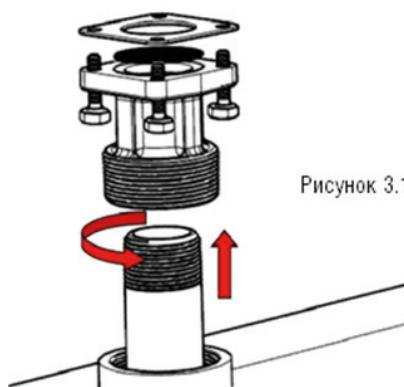

Рисунок 3.1
1. Проденьте 1" (25мм) трубу в адаптер резервуара. Уплотните резьбу с помощью соответствующего герметика. (Рисунок 3.1)